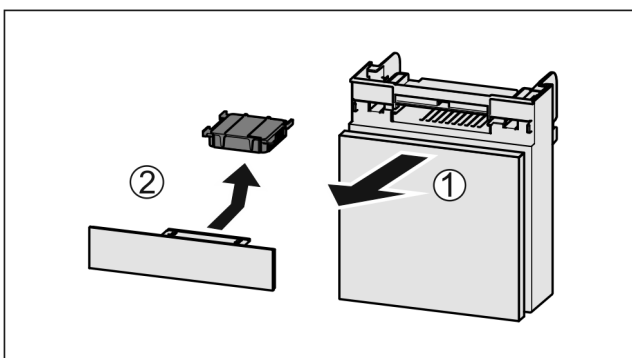

Fig. 172
- ▶ Издърпайте Fig. 172 (1) напред от отделението.
- ▶ Извадете Fig. 172 (2) филтъра с активен въглен.